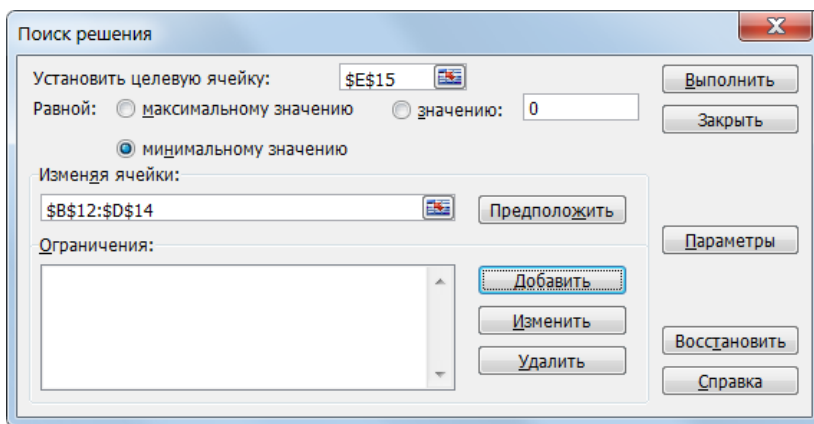

Рис. 3. Окно диалога **Поиск решения** с введенными параметрами
2. Введите параметры в окно диалога **Поиск решения** (рис. 3):